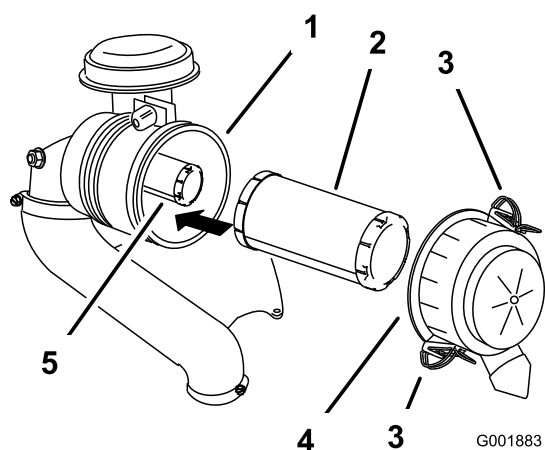

Figura 43
3. Eliberezi elementele de fixare ale filtrului de aer și îndepărtezi capacul filtrului de aer (Figura 43).
- Glisai uor filtrul primar din corpul filtrului de aer (Figura 43).
- Dacă înlocuiți filtrul interior, glisai-l cu atenție în corpul filtrului (Figura 43).
- Glisai cu atenție filtrul primar peste filtrul de siguranță (Figura 43).
- Montați capacul filtrului de aer și fixați-l cu elementele de fixare (Figura 43).